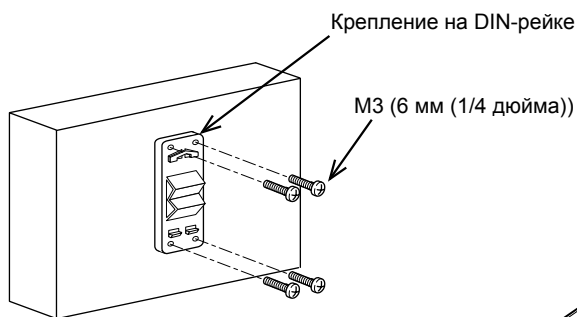

Рис. 7-4
2. Прикрепите к АНС ADAPTER поставляемое крепление на DIN-рейке при помощи поставляемых винтов М3. (Рис. 7-4)